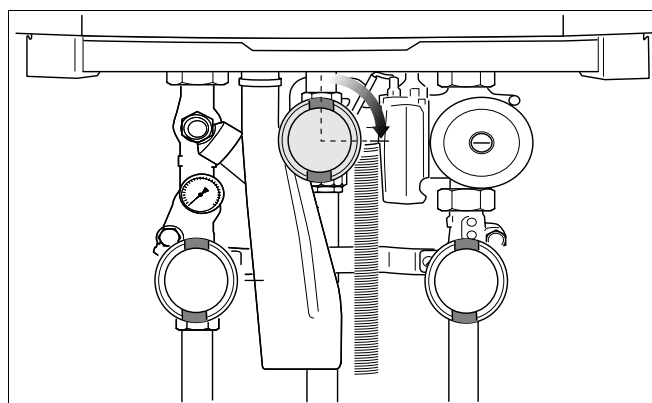

Fig. 79 Închideți robinetul de gaz
- Închideți robinetul de gaz (Fig. 79).